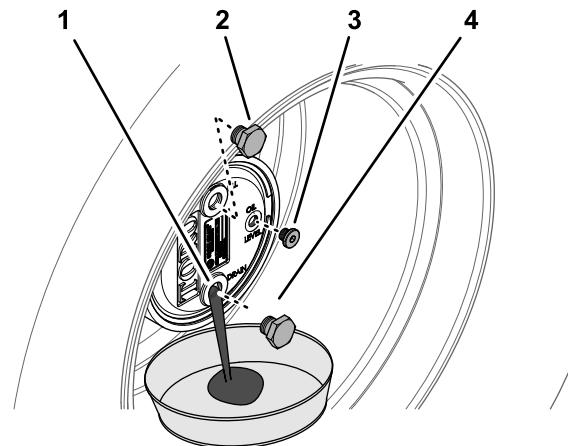

Bild 100
2. Entfernen Sie die Füllschraube, die auf 12 Uhr steht, und die Prüfschraube, die auf 3 Uhr steht (Bild 100).
3. Stellen Sie eine Auffangwanne unter die Nabe des Planetengetriebes, entfernen Sie die Ablassschraube, die auf 6 Uhr steht, und lassen das Öl vollständig ablaufen (Bild 100).
5. Setzen Sie die Ablassschraube in das Ablassloch des Planetengetriebegehäuses ein (Bild 100).